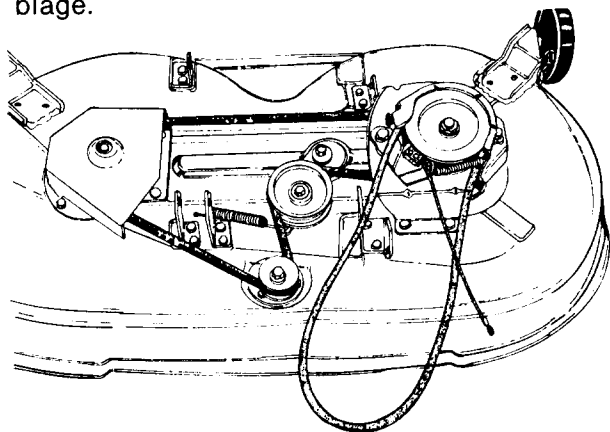

FIGURE 35
8. Dégagez le dispositif de protection de la courroie en décrochant le ressort et en enlevant les deux vis autotaraudeuses. Voir la figure 35.